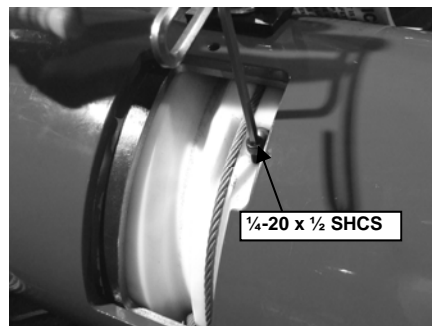

Figura 4.8
- Paso 8. Quite los tornillos de cabeza hueca de 1/4-20 x 1/2 SHCS situados sobre el vástago esférico de la bobina del compensador. (Ver Figura 4.8)